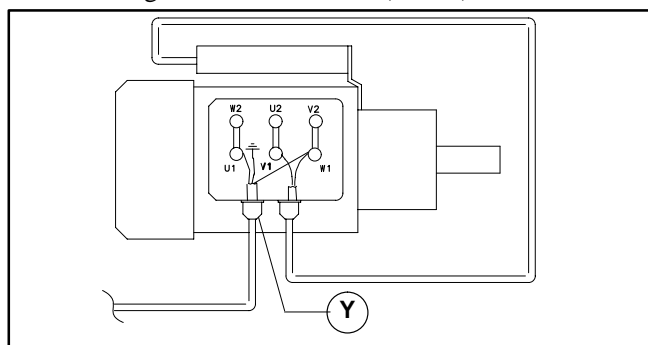

Abbildung 15
- b. Die Farben der Adern an Klemmen U1, W1 und Erdungsklemme (Schutzleiter) (\perp) (Abbildung 15) aufschreiben. Klemmen U1, W1 und Erdungsklemme lösen und (Adern) entfernen.
- c. Die Kabelklemme (Y siehe Abbildung 15) lösen und Kabel herausziehen.